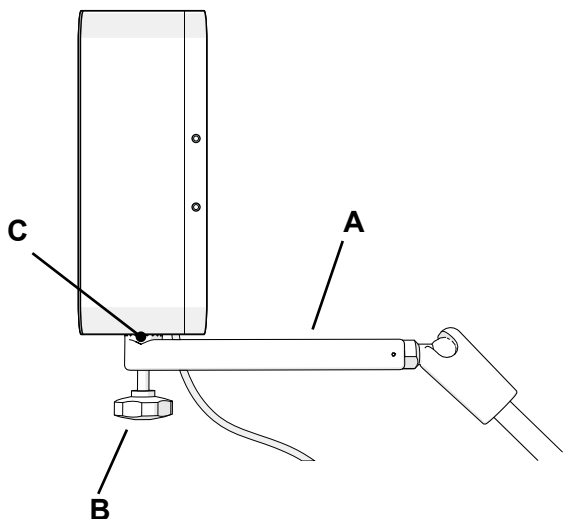

Figura 1 - Poziționarea generatorului de câmp pe brațul de montare a generatorului de câmp (vedere laterală)
2. Poziționați brațul de montare a generatorului de câmp cu dinții (Figura 1, C) orientați în sus și partea superioară a brațului articulat al brațului de montare a generatorului de câmp (Figura 1, A) paralel cu masa de operații.
3. Așezați generatorul de câmp la nivelul dinților brațului de montare a generatorului de câmp (Figura 1, C).
4. Fixați generatorul de câmp de sus cu o mână, introduceți șurubul cu mâner stelat (Figura 1, B) direct în filetul generatorului de câmp și fixați șurubul cu mâner stelat cu cealaltă mână de jos.
1. Poziționați brațul de montare a generatorului de câmp astfel încât partea superioară a brațului articulată să fie paralelă cu masa de operație și șurubul cu mâner stelat al brațului de montare a generatorului de câmp să fie orientat în jos. Consultați Figura 1.